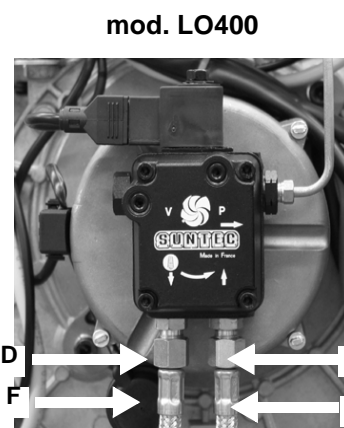

Рис. 28
- 4 Закрепить шланги, как указано на Рис. 28